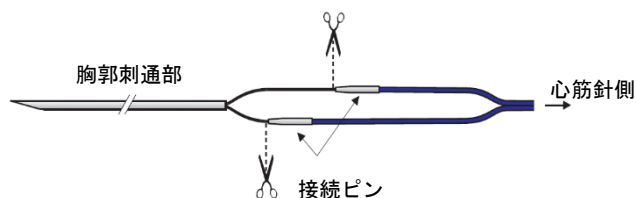

図 2 ワイヤーを接続ピンの端で切断
- 接続ピンをもつタイプは、接続ピンと胸郭刺通部との間のワイヤー導線における接続ピン端をカットする (図 2)。2 本の接続ピンを体外式ペースメーカに直接又は専用中継ケーブルを使用して接続する。